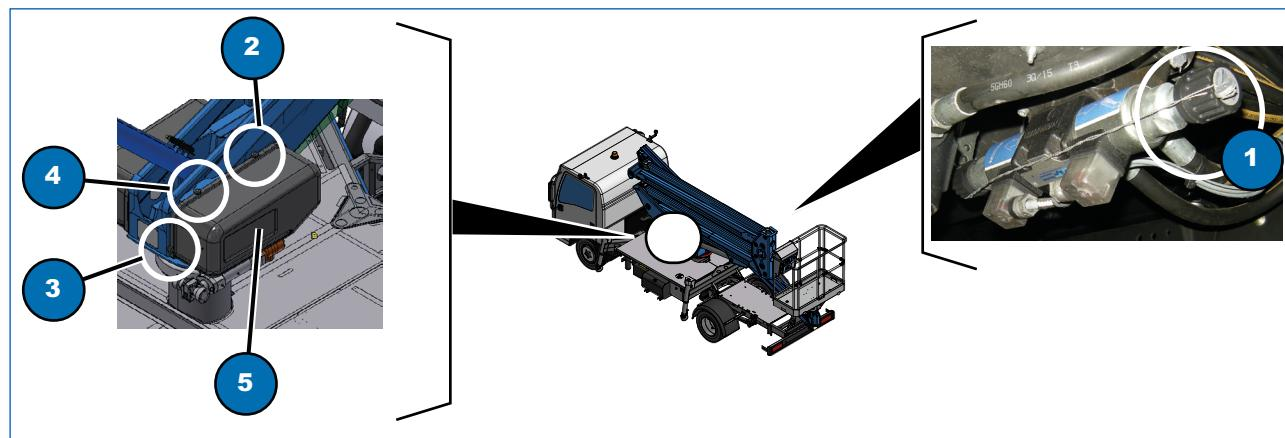

Fig. 7.4
- 3) spiancare la valvola deviatrice (Fig. 7.4, 1) "comando stabilizzatori/piattaforma di lavoro" posta vicino ai comandi stabilizzatori;
- 4) rimuovere completamente il carter in torretta svitando le manopole nere di bloccaggio (Fig. 7.4, 2, 3, 4);
- 5) procedere al recupero seguendo le indicazioni riportate in modo schematico sull'adesivo (Fig. 7.4, 4) posto sopra il coperchio: